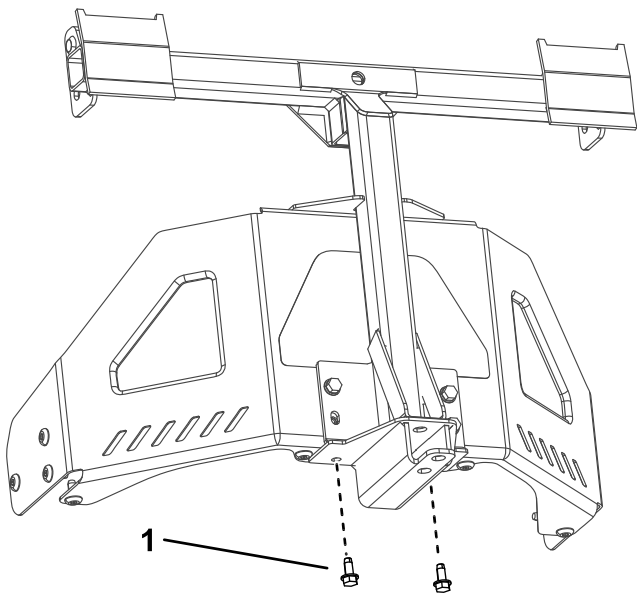

Bild 11
3. Befestigen Sie den Drehrahmen mit zwei Blechschauben (5/16" x 3/4") an der Unterseite des Maschinenrahmens, wie in Bild 11 abgebildet.